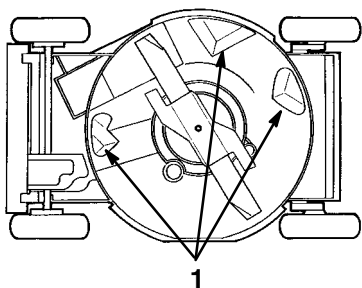

Figure 13
Le dessous du carter de tondeuse doit rester propre. Veiller particulièrement à ce que les plaques de déflexion ne soient pas couvertes de débris (Fig. 13).
3. Basculer la tondeuse du côté **gauche**, filtre à air vers le haut (Fig. 13).